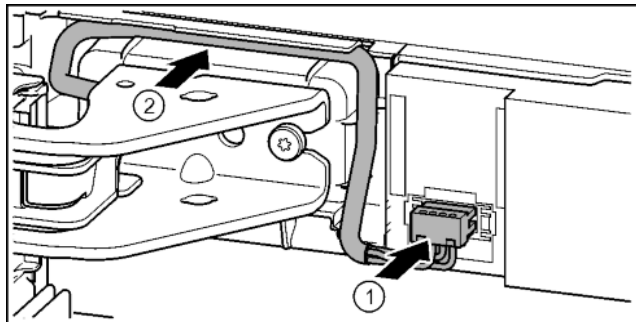

Fig. 41
- ▶ Зафіксуйте штекер над верхнім опорним кронштейном та обережно покладіть жили кабелю в канал. *Fig. 41 (1)*
- ▶ Обережно розташуйте сірий кабель в направляючій над верхнім опорним кронштейном. *Fig. 41 (2)*